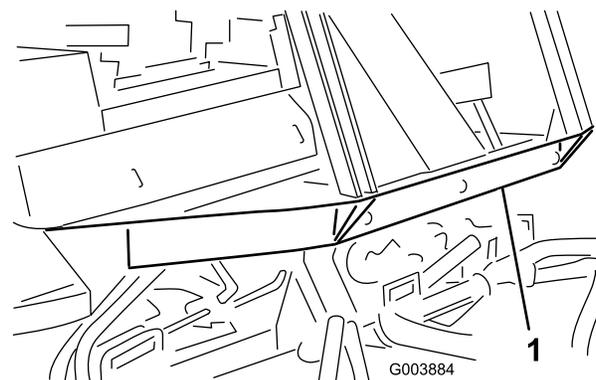

Figura 36
4. Sul centro del longherone anteriore del telaio montate una catena o una cinghia o un cavo adatti (Figura 36).